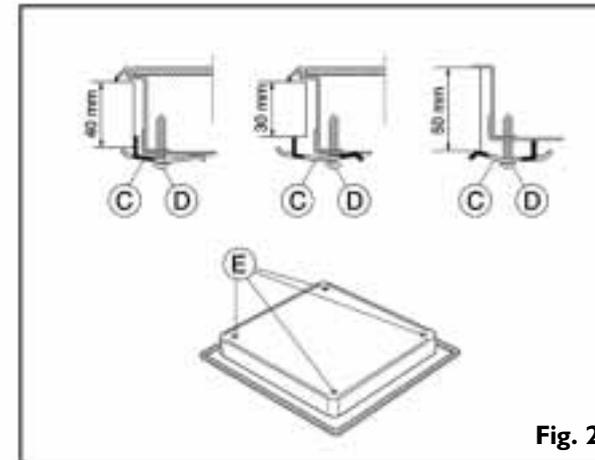

Fig. 2
**Attention :** pour installer la table de cuisson sur une surface constituée d'un autre matériau que le bois (marbre, plastique, céramique, pierre, etc.), n'oubliez pas de vous procurer les équerres de fixation (fig. 2) auprès de votre Service Après-vente.
- **Si le plan de travail est en marbre, en plastique, en céramique ou en pierre, etc.**, la fixation de la table de cuisson doit s'effectuer au moyen d'étriers spéciaux (C) (fig. 2), portant le code 4819 404 78697 (disponibles auprès du Service Après-vente).
2. Installez les 4 étriers (C) comme le montre la fig. 2, en fonction de l'épaisseur du plan de travail.
3. Fixez les 4 vis (D) dans les trous (E) (fig. 2).